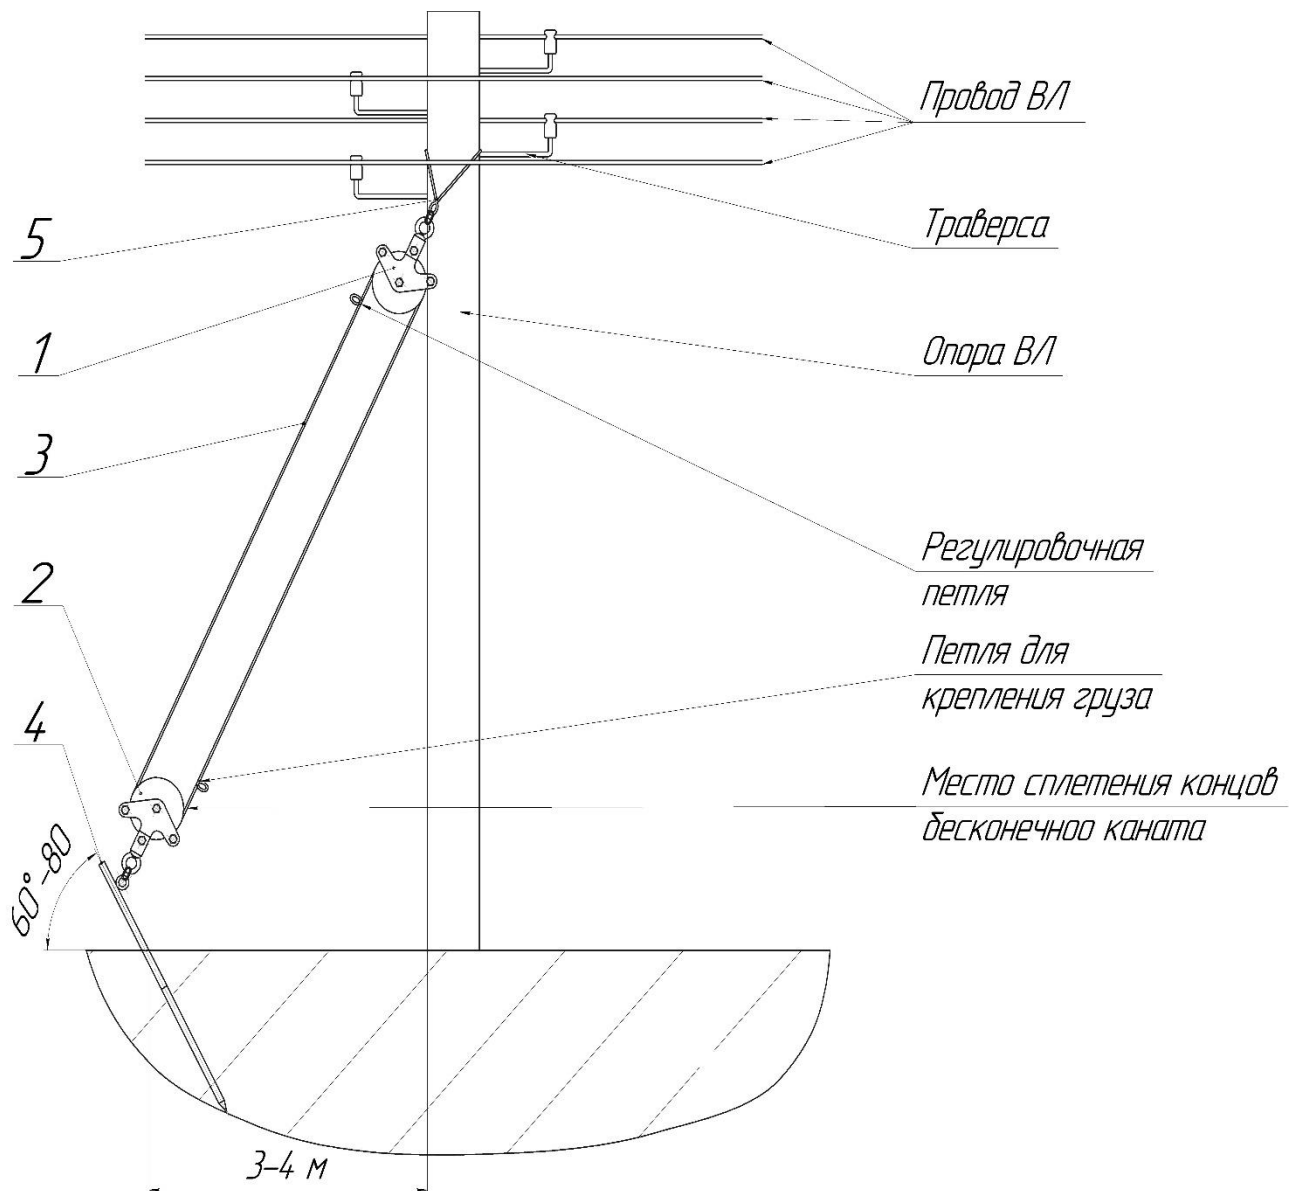
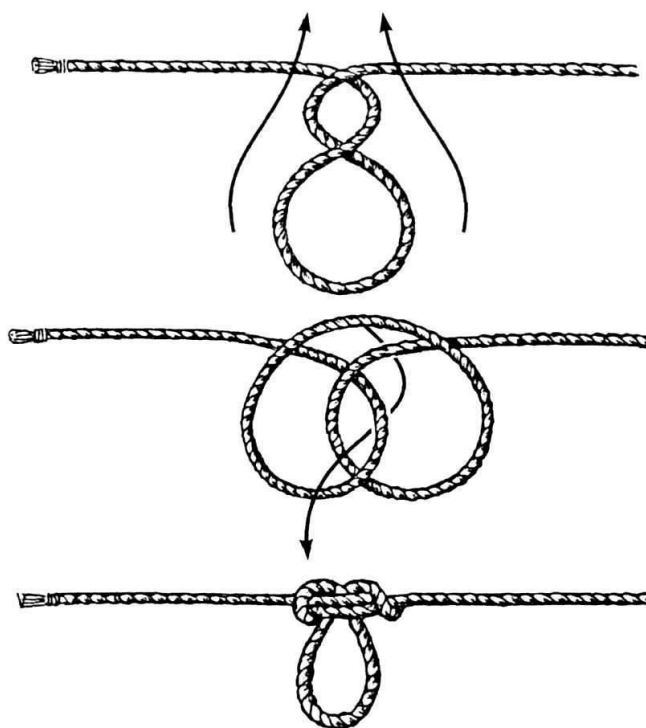

Рис. 1
Рис. 2
3.1 БК (рис.1) состоит из одинаковых изолированных блоков с проушинами 1 и 2, заправленного в ролики блоков бесконечного каната 3, стержня-якоря 4 для закрепления нижнего блока 2, монтажной стропы 5 для закрепления верхнего блока 1 и ведра монтажника, предназначенного для транспортировки снаряжения и инструмента на опору, одновременно являющегося тарой для хранения приспособления. Принцип работы всего комплекта заключается в следующем: один из блоков 1 с помощью монтажной стропы 5, концы которой заплетены в петлю, крепится на вершине опоры. Нижний блок 2 крепится за вбитый в землю стержень-якорь 4 с проушиной. Блоки снабжены поворотной проушиной с карабином для закрепления к монтажной стропе 5 и проушине стержня-якоря 4. Таким образом заправленный в ролики блоков бесконечный канат 2 образует транспортировочную линию для подъема различных грузов на необходимую высоту. Концы бесконечного каната 2 сплетены между собой, для закрепления ведра монтажника или других поднимаемых деталей на канате имеется петля для крепления груза завязанная узлом «австрийский проводник» (рис.2). При необходимости его можно развязать и перевязать в другом месте бесконечного каната 3, при этом лучше не использовать для этого место сплетения концов бесконечного каната. Для регулировки длины каната на противоположной ветви бесконечной петли можно завязать дополнительный (регулируемый) узел «австрийский проводник».